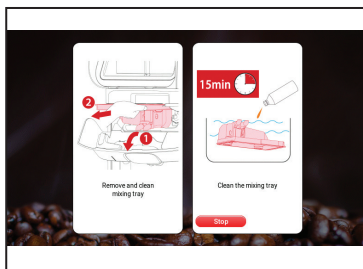

Fig.6
5. Ipapakita ng display ang **LINISIN ANG COOLING BOX PINDUTIN ANG ENTER PARA KUMPRIMAHIN**, pindutin ang **ENTER** para kumpirmahin at magpatuloy. Ipapakita ng display ang: **ALISIN AT LINISIN ANG MIXING TRAY** (Tingnan ang Fig.6). Sundin ang mga tagubilin sa screen para sa paglilinis ng tray.